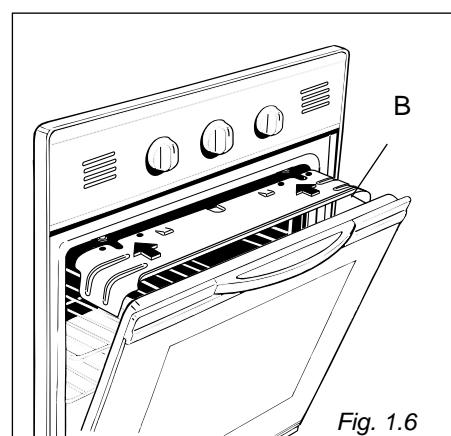

Fig. 1.6
- Abra a porta até escutar o primeiro clique. Enfie o ecrã contra calor "A" debaixo do painel de comandos (fig. 1.6).
- Rode no sentido horário o manípulo luz/grelha até a posição ☰ (fig. 1.6).